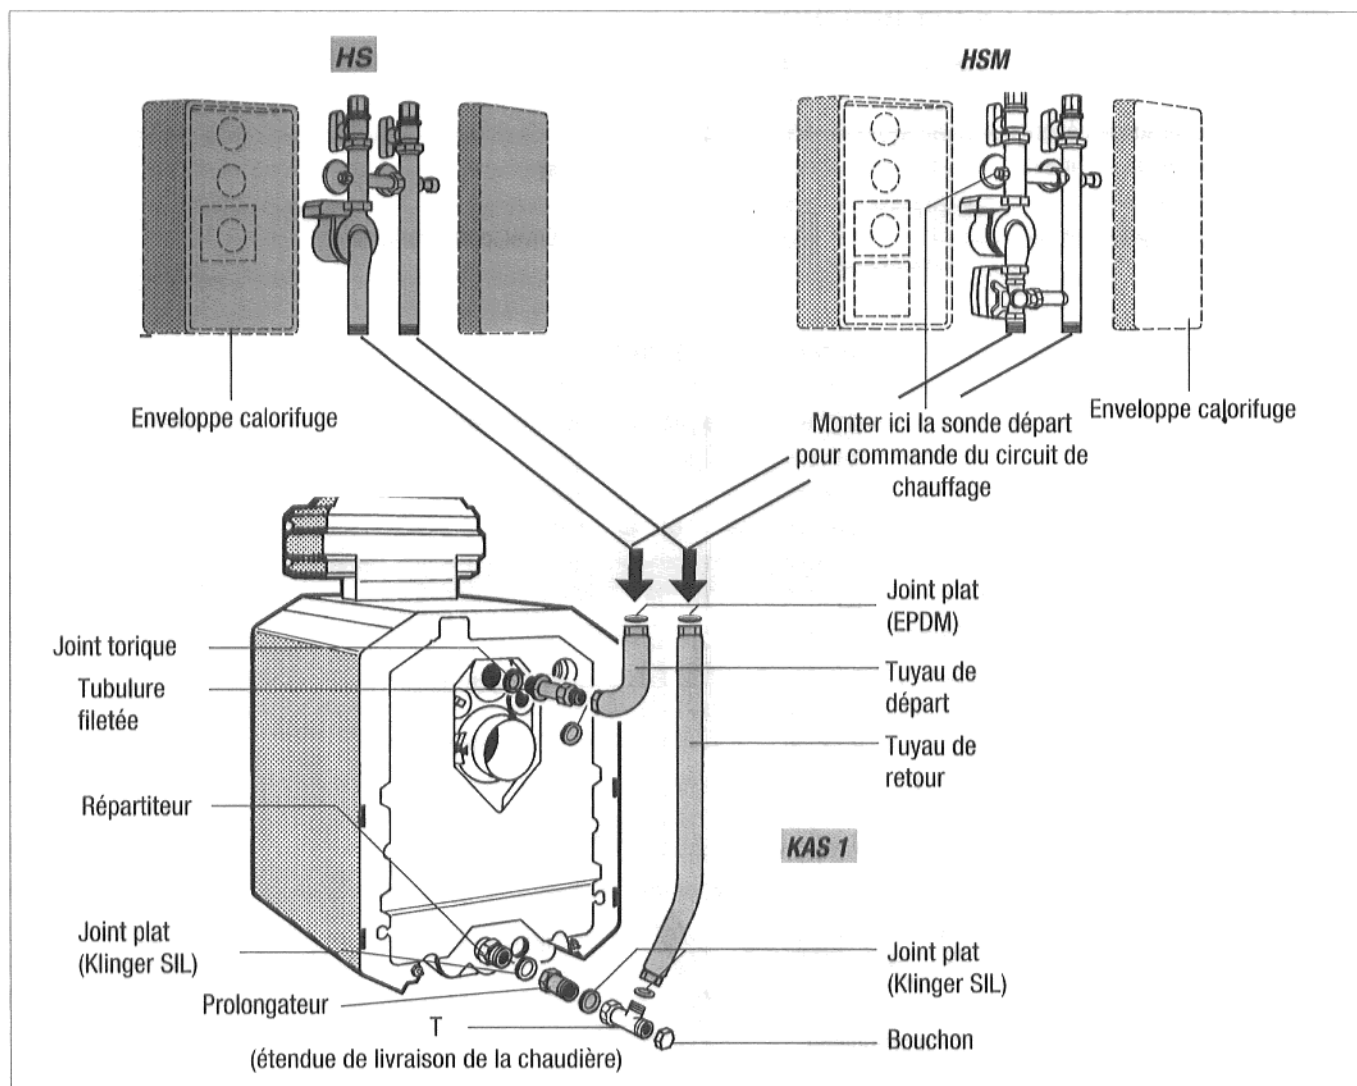

Fig. 1 Set de raccordement chaudière, set circuit de chauffage avec / sans mélangeur, pour G115
Le set de raccordement chaudière KAS 1 peut se monter en combinaison avec le set de raccordement circuit de chauffage HS sans mélangeur ou HSM avec mélangeur (fig. 1). Si l'on doit raccorder simultanément deux circuits de chauffage, se reporter au chapitre 2.
- Visser la tubulure fileté munie de son joint torique dans le départ chaudière (fig. 1).
- Placer un joint plat dans l'écrou-raccord de la branche la plus courte du tuyau de départ. Visser légèrement le tuyau de départ à la tubulure fileté (fig. 1).
- Mettre d'aplomb la branche la plus longue du tuyau de départ, serrer le raccord à vis entre la tubulure fileté et le tuyau de départ (fig. 1).
- Placer le joint plat dans le raccord à vis entre le prolongateur et le répartiteur du retour chaudière et serrer le raccord à vis (fig. 1).
- Placer le joint plat dans le raccord à vis du T et visser légèrement le T sur le prolongateur (fig. 1).
- Ajuster le tuyau de retour, branche la plus courte vers le bas, à la sortie latérale du T, mettre le joint plat en place, aligner et serrer le raccord à vis (fig. 1).
- Mettre d'aplomb la branche la plus longue du tuyau de retour et serrer le raccord à vis entre le prolongateur et le T (fig. 1).
- Visser le bouchon sur la sortie arrière du T (fig. 1).
1.2 Set circuit de chauffage sans mélangeur (HS) / avec mélangeur (HSM)
- Positionner le set circuit de chauffage sans mélangeur (HS) ou avec mélangeur (HSM) sur les tuyaux de départ et de retour conformément à la fig. 1, serrer les deux raccord à vis et contrôler l'étanchéité.
- Placer les enveloppes calorifuges des deux côtés du set circuit de chauffage conformément à la fig. 1.